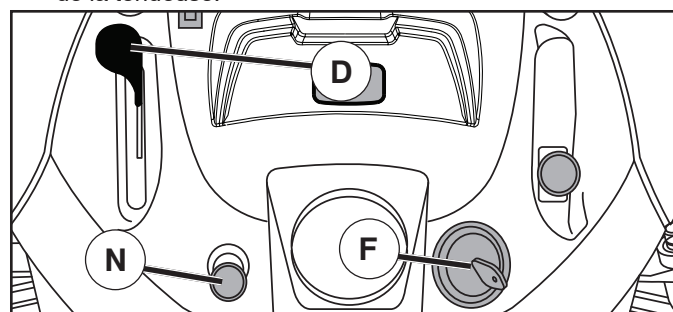

Fig. 6
- Placez la commande des gaz en position (D) intermédiaire (entre rapide et lent).
- Tournez la clé de contact à la position coupée (F) STOP et enlevez-la. Enlevez toujours la clé de contact quand vous quittez le tracteur pour empêcher l'emploi non autorisée.
## POUR UTILISER LA COMMANDE DES GAZ (D)(Voir la Fig. 6)
## POUR UTILISER L'ÉTRANGLEUR (N) (VOIR LA FIG. 6)